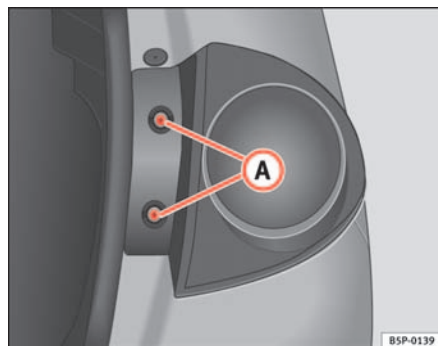

Fig. 188 Luz de población/freno
- Extraiga los tornillos ⇒ fig. 188 **A**